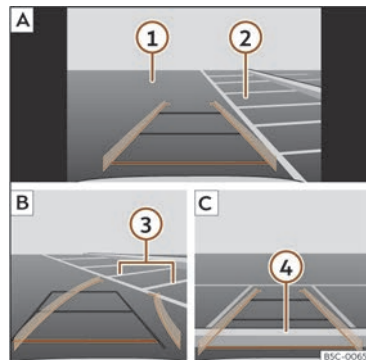

Fig. 154 Affichage sur l'écran du système d'infodivertissement : garer avec l'assistant de marche arrière.
Légende de la >>> **fig. 154** :
- Placez le véhicule en face de la place de stationnement >>> **fig. 154** **2** **A**.